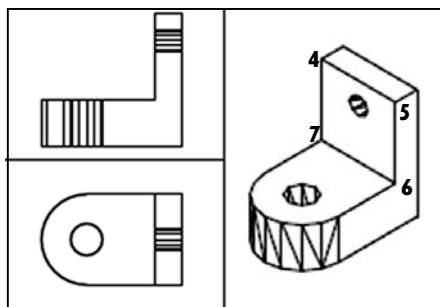

Рис. 6.5. Сформированная модель
3. Отрисовать профиль аксонометрической проекции с помощью команды **т-профиль** — «*Рисование*» / «*Моделирование*» / «*Подготовка*» / «*Профиль*», переключившись в пространство модели в данном видовом экране (рис. 6.5)